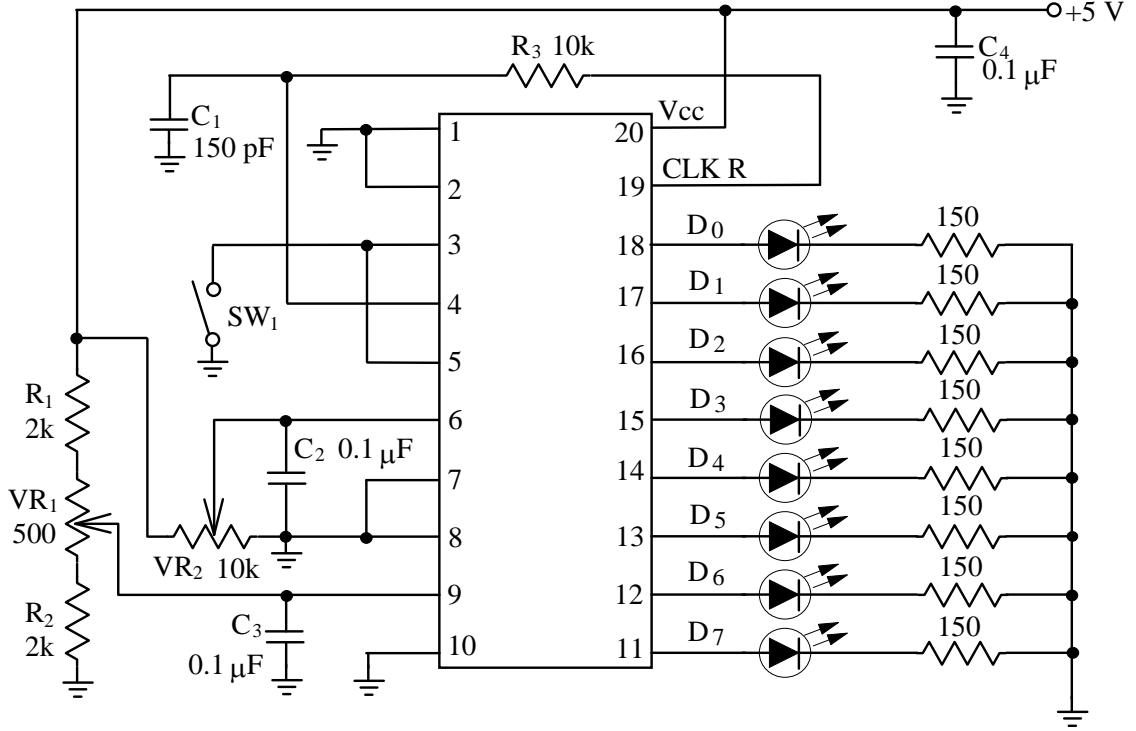

Fig. 9-5 ADC0804 ADC devresi.
Fig. 9-5'de, ADC0804 ile gerçekleştirilen bir analog-dijital çevirici devresi görülmektedir. Analog giriş işareti  $V_{in}(+)$  girişine bağlanmıştır ve genlik seviyesi  $VR_2$  ile kontrol edilmektedir.  $V_{in}(-)$  girişi toprağa bağlanmıştır.  $V_{ref} / 2$  girişine sağlanan referans gerilimi, +5V'un  $R_1$ ,  $R_2$  ve  $VR_1$  gerilim bölücüleri üzerinden sağlanan değeriyle elde edilmektedir.  $C_1$ , ve  $R_3$  elemanlarının oluşturduğu kombinasyon saat frekansını belirlemektedir.  $\overline{CS}$  (pin 1) ve  $\overline{RD}$  (pin 2) , ADC'nin aktif durumda olması için doğrudan toprağa bağlanmıştır. Kolaylık açısından,  $\overline{WR}$  (pin 3) ve  $\overline{INTR}$  (pin 5), daha sonraki deneyimizde kontrol işaretini simüle etmek için  $SW_1$  anahtarına bağlanır.
1. Fig. 9-5'deki ADC0804 ADC devresinde bulunan  $R_3$  ve  $C_1$ 'in görevini yorumlayın.